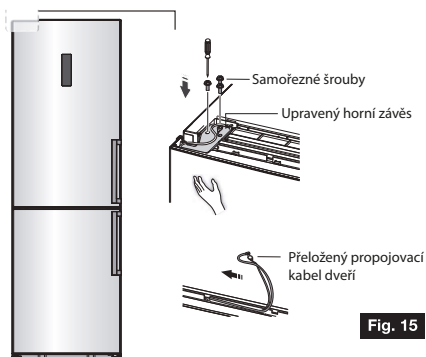

Fig. 15
15. Fig. 15 Nasadte dvířka na závěsný čep, vyrovnejte je a jistěte rukou proti pádu. Přiložte upravený horní závěs, přeložte propojovací elektrický kabel vedený v horní hraně dvířek zprava doleva a přiveďte jej nad přiloženým závěsem ke konektoru kabelu v těle chladničky. Závěs (a zemnicí vodič) upevněte 3 samořeznými šrouby.